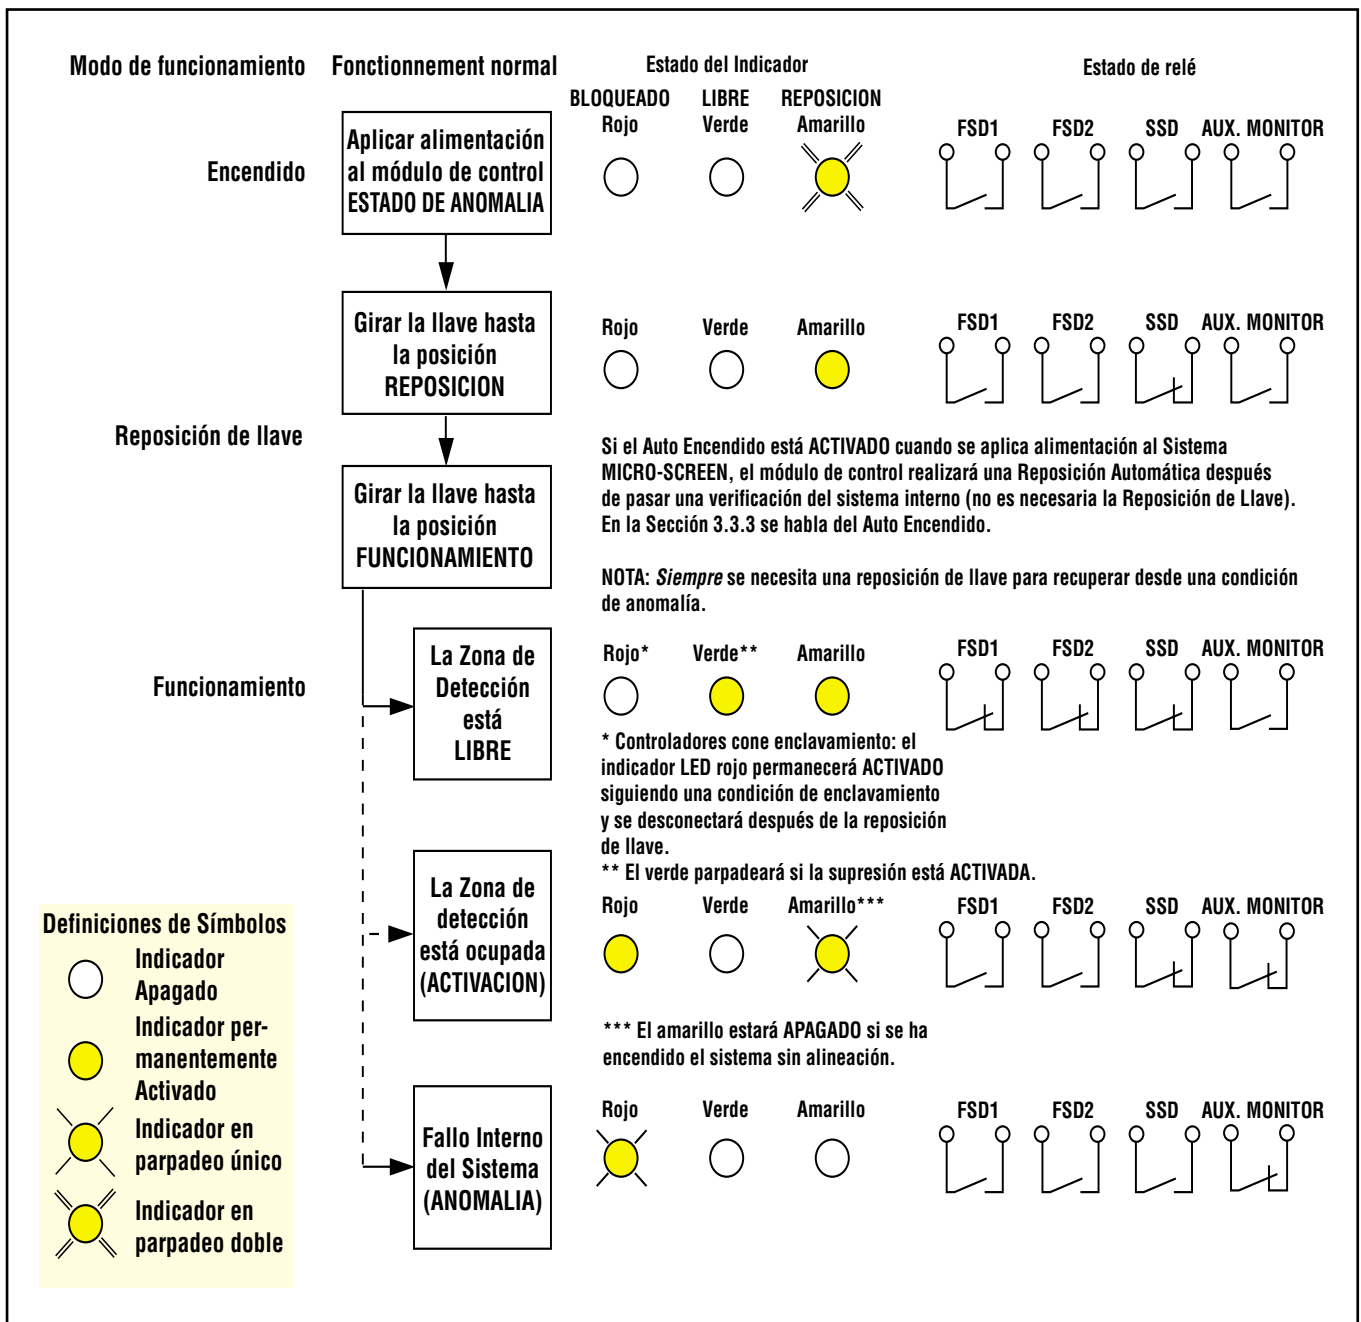

Figura 46. Condiciones de estado de funcionamiento
- 1) Después del encendido del Sistema MICRO-SCREEN (a menos que el Auto Encendido esté activado; véase Figura 46, página 55),
- 2) Si se interrumpe la alimentación al Sistema MICRO-SCREEN (a menos que el Auto Encendido esté activado; véase Figura 46, página 55),
Una condición de anomalía resultante de un fallo interno de sistema se indica mediante un indicador de estado rojo intermitente en el módulo de control y el receptor. Los indicadores de estado verde y amarillo estarán apagados. Véase Figura 46, página 55.